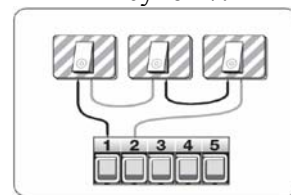

Рисунок 8.
2) для того чтобы подсоединить ряд устройств с нормально закрытыми контактами, необходимо использовать схему последовательного соединения (рисунок 8).